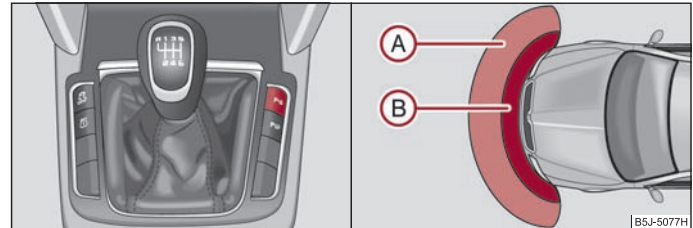

Abb. 132 Aktivieren der Einparkhilfe / Einparkhilfe: Erfassungsbereich der vorderen Sensoren
Die Abstandswarnung beginnt bei einem Abstand von etwa 120 cm zum Hindernis vor dem Fahrzeug (Bereich **A** ⇒ Abb. 132) und etwa 160 cm zum Hindernis hinter dem Fahrzeug (Bereich **A** ⇒ Abb. 132). Mit der Verringerung des Abstandes verkürzt sich das Intervall zwischen den Tonimpulsen.
Die Einparkhilfe wird bei eingeschalteter Zündung beim Einlegen des **Rückwärtsgangs** oder durch Drücken der Taste ⇒ Seite 131, Abb. 132 aktiviert - in der Taste leuchtet das Symbol **P**. Die Aktivierung wird durch einen kurzen Quittierton bestätigt.
Die Einparkhilfe wird nach Drücken der Taste **P** ⇒ Seite 131, Abb. 132 oder bei einer Geschwindigkeit über 10 km/h deaktiviert - das Symbol **P** in der Taste erlischt.
- Wenn nach Aktivierung des Systems etwa 3 Sekunden lang ein Warnton ertönt und sich in Fahrzeugnähe kein Hindernis befindet, liegt ein Systemfehler vor. Der Fehler wird zusätzlich durch das Blinken des Symbols **P** in der Taste ⇒ Seite 131, Abb. 132 signalisiert. Lassen Sie den Fehler von einem Fachbetrieb beheben.